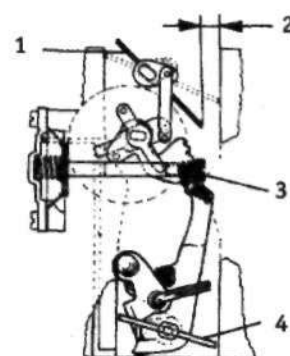

Рис.13.12. Регулирование опускания воздушной заслонки (карбюратор Solex C32 TD 1/4) (раздел 5):
9. Для того, чтобы отрегулировать опускание воздушной заслонки (см. рис.13.12), полностью закрыть воздушную заслонку и затем до конца прижать регулировочный винт к пружине мембраны. С помощью сверла проверить, чтобы воздушная заслонка открылась на 2,8-3,2 мм. По необходимости отрегулировать величину опускания заслонки, соответствующим образом повернув регулировочный винт.